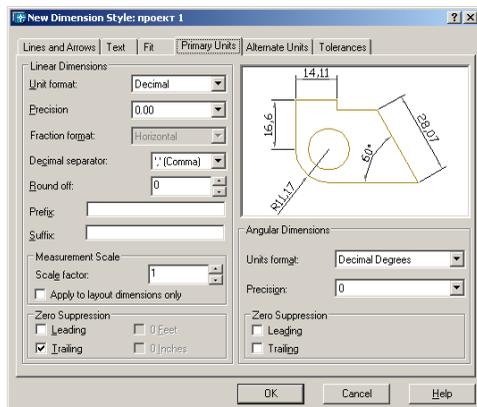

Рис. 1.65. Диалоговое окно определения параметров размерного стиля, вкладка определения основных единиц
- вкладка **Primary Units** позволяет определить формат и точность основных линейных и угловых единиц, вид измеренных значений размеров (рис. 1.65):